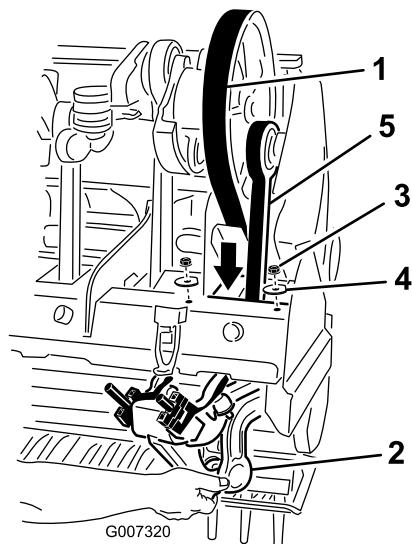

図 38
5. ロタリングダンパを1番ストンパームに固定しているロックナット2個とワッシャを外す 図 38。
7. コアリングヘッドのフレームと1番ストンパームからベルトを取り外す 図 38。